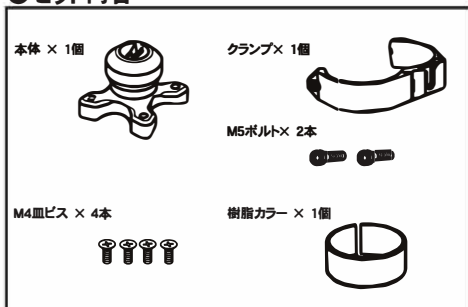

図1
1) フォークに樹脂カラーとクランプを取り付けます。(図1)